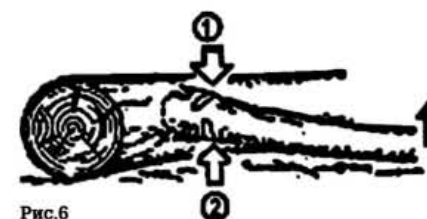

Рис.6
6.6 Резка ветви лежащего дерева (рис.6)